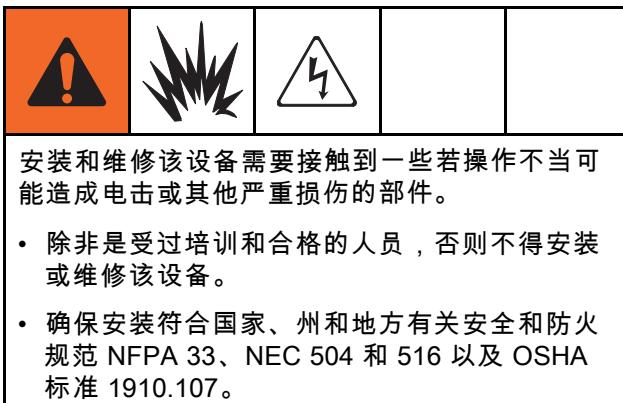

图 19 为典型静电空气喷涂系统。这不是一套实际系统设计。若需要设计一套适合您特殊要求的系统，请联系 Graco 公司的经销商。
- 参见图 19。在主要供气管路上安装一个空气过滤器/脱水器 (M)，确保喷枪供气干燥清洁。污垢和湿气会损坏涂饰工件的外观并造成喷枪故障。
- WB100 系统在喷枪供气管路 (P) 上配有一个放气型空气调节器，用于控制喷枪气压。
- 连接喷枪空气调节器 (N) 和喷枪进气管之间的红色 Graco 导电空气软管 (P)。喷枪空气入口管接头为左旋螺纹。将供气软管接地导线 (Q) 连接到真正的接地端。